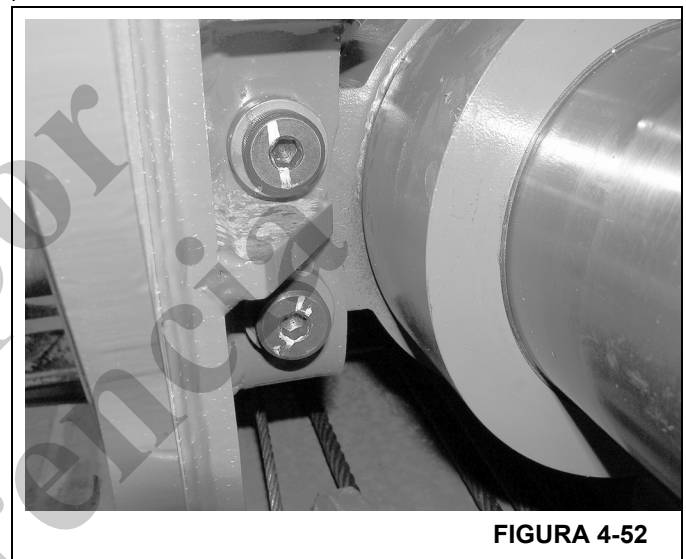

FIGURA 4-52
13. Alinee los agujeros de montaje del cilindro con los agujeros de la escuadra de la parte trasera de la sección central exterior y asegúrelos con dos pernos y bujes en cada lado. (Figura 4-52)